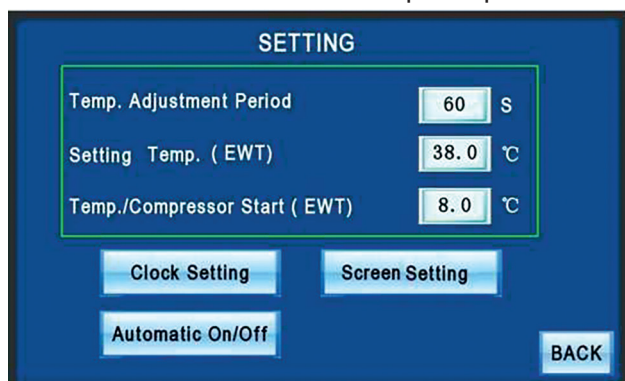

Рисунок 5.3. Экран установка пользовательских параметров
- ① В пункте Restart Delaying [Задержка перезапуска] должно отображаться NO [НЕТ]. Если отображается YES [ДА], это означает, что условие задержки включения не выполнено.
② В пункте Water Temp. Allow Compressor Start [Температура воды допускает включение компрессора] должно отображаться YES [ДА]. Если отображается NO [НЕТ], это означает, что текущая температура не удовлетворяет условиям включения компрессора. См. рис. 5.3.
③ В пункте Time for Oil Heating [Время подогрева масла] должно отображаться «0». Если отображаемое значение больше 0, это означает, что масло в блоке еще подогревается.